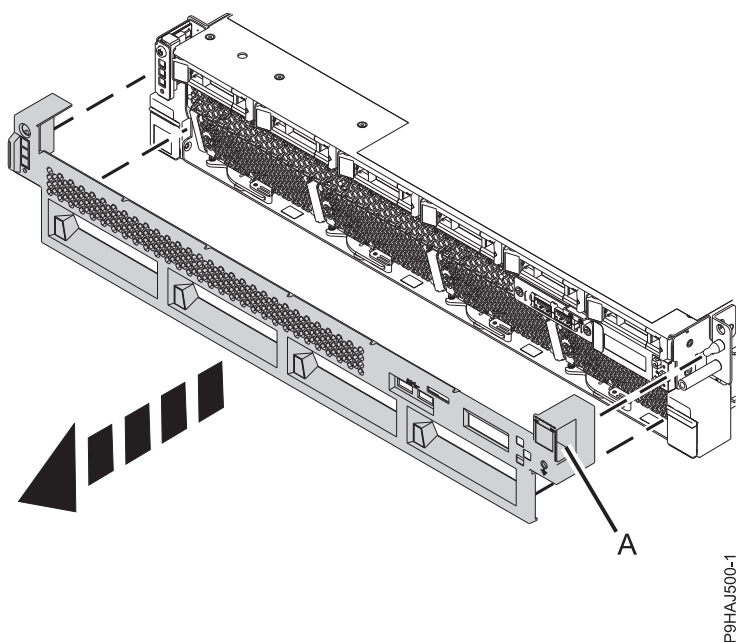

Figura 37. Extracción de las cubiertas frontales
2. Extraiga la cubierta frontal tirando de ella y sacándola del sistema. La cubierta tiene hendiduras (A) para que se sujete más fácilmente. Vea la Figura 37.